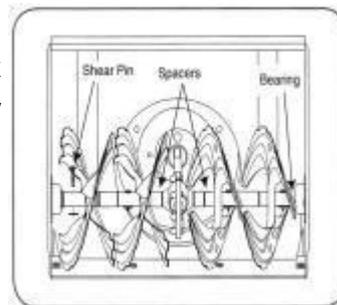

Рис.17
- Шнек крепится к спиральному валу с помощью двух срезных штифтов и шплинтов. Если шнек ударит по постороннему предмету или ледяному затору, снегоуборщик сконструирован так, что штифты могут срезаться. Рис.17.